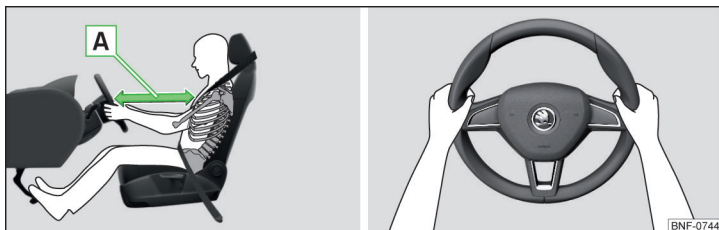

Fig. 4 Posizione corretta del conducente / Posizione corretta del volante
- ✓ Regolare il sedile lato conducente in modo da poter premere a fondo i pedali con le gambe leggermente piegate e in modo che la distanza tra il volante e il petto sia di almeno 25 cm » fig. 4 - **A**.
- Durante la marcia tenere il volante con entrambe le mani afferrandolo lateralmente al bordo esterno nelle posizioni "ore 9" e "ore 3" » fig. 4. Non tenere mai il volante nella posizione "ore 12" o in altre posizioni (ad es. al centro del volante, al bordo interno del volante e simili). In caso contrario, all'attivazione dell'airbag ci si potrebbe provocare lesioni alle braccia, alle mani e alla testa.